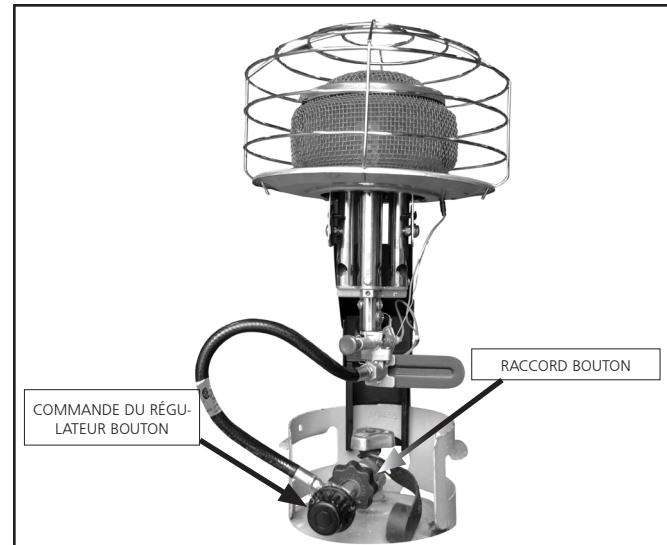

Figure 2
5. Assurez-vous que le régulateur du chauffage est en mode "OFF". Insérez le tuyau dans la valve du réservoir et tourner le bouton dans le sens contraire de la montre tout en le serrant. Ne pas trop serrer. (Figure 2)